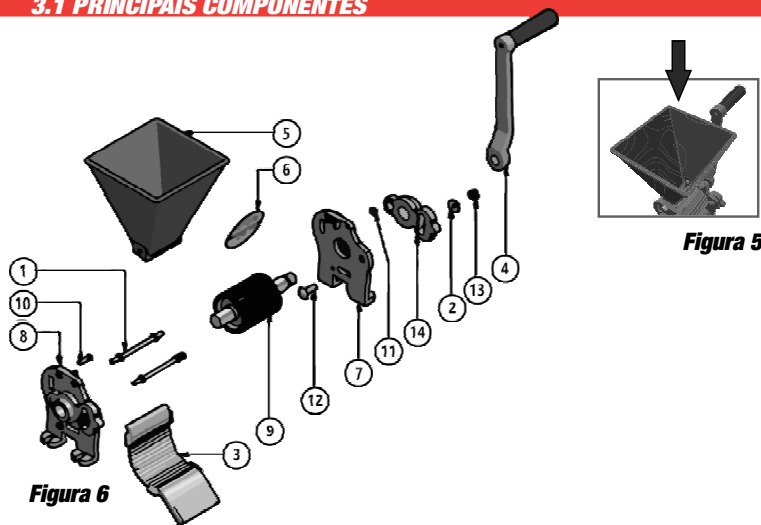

Figura 5
-Abasteça o caixote reservatório (5) com grãos de milho seco a ser triturados e gire o cabo (4) para tritura-los conforme figura 5.